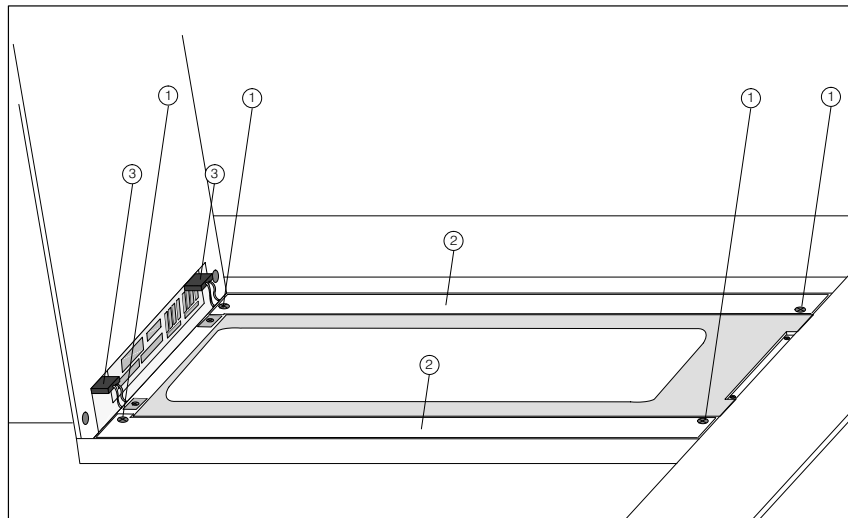

Bild 6-4 Schrauben der Röhrenabdeckungen am Display lösen
1. Die im Bild 6-4 mit ① gekennzeichneten Schrauben lösen.
2. Abdeckungen ② abnehmen.
3. Die in Bild 6-4 gekennzeichneten Stecker ③ abziehen.